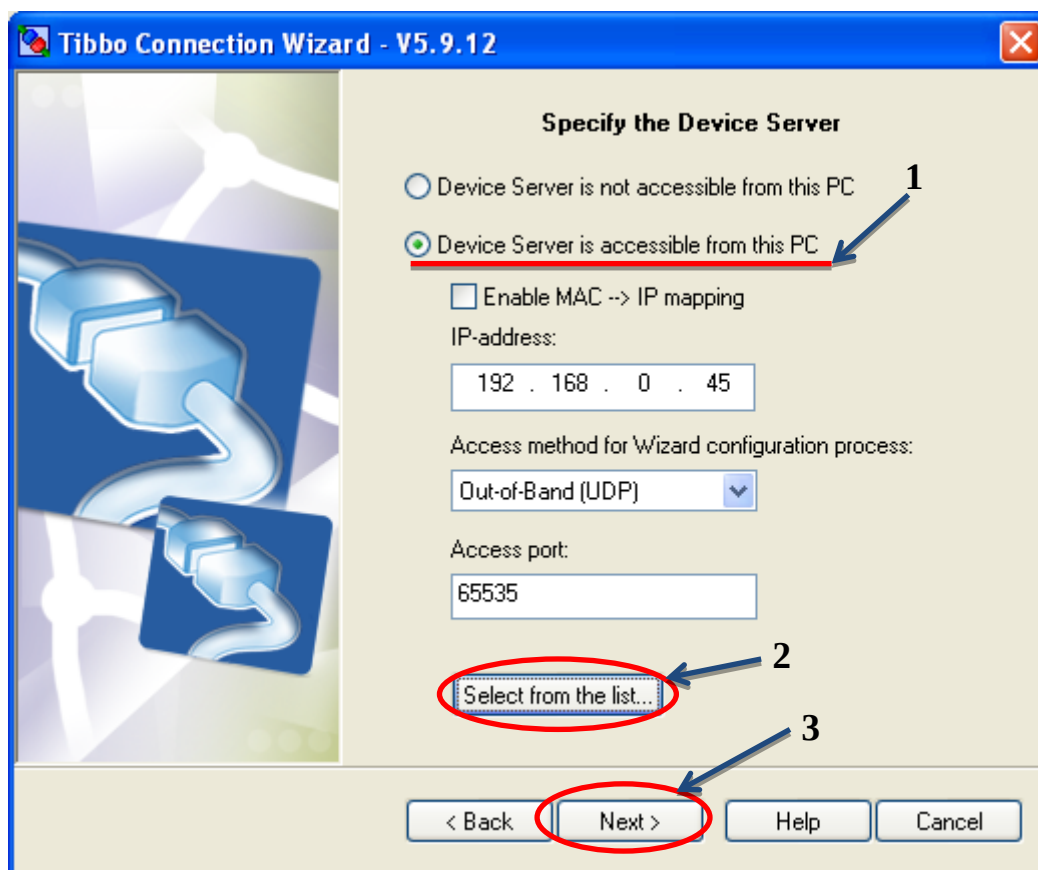

Рисунок 9 – Настройка параметров виртуального COM-порта в программе Tibbo Connection Wizard
8. Появится следующее окно (рисунок 9). В нем необходимо выбрать «Device server is accessible from this PC», прописать IP-адрес подключенного устройства. Для этого необходимо нажать кнопку «Select from the list» и выбрать обнаруженное ранее в программе Tibbo DS Manager устройство (кликнуть левой кнопкой мыши два раза на обнаруженное устройство). После этого нажать кнопку «Next».